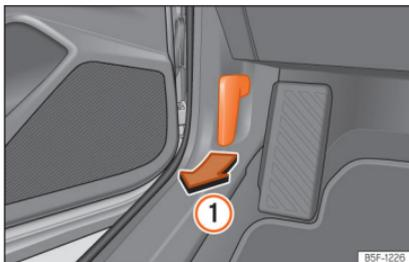

Abb. 225 Entriegelungshebel im Fahrerfußraum.
- Öffnen Sie die Tür und ziehen Sie an dem Hebel unterhalb der Instrumententafel »» **Abb. 225** ①.